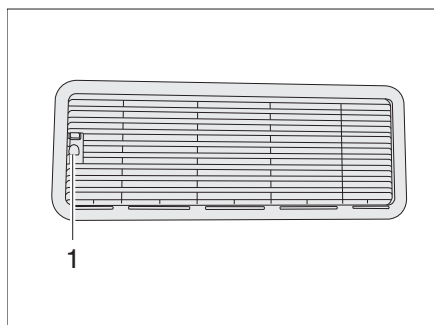
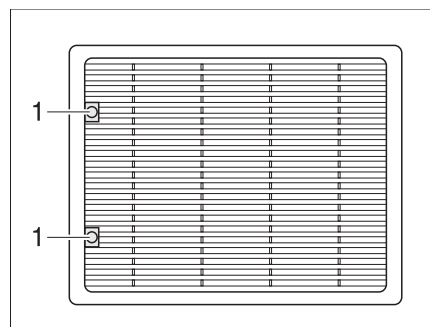

Bild 109 Kühlschrank-Lüftungsgitter (Dometic klein)
Bild 110 Kühlschrank-Lüftungsgitter (Dometic groß)
- Auf Verriegelung (Bild 109,1 oder Bild 110,1) drücken.